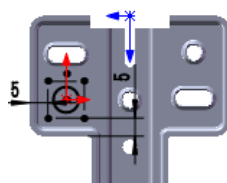

图 16.6.57 编辑草图
(4) 编辑草图, 如图 16.6.57 所示。退出草图环境, 完成成形特征 7 的创作。